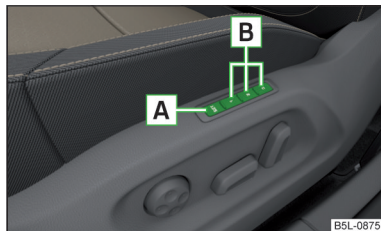

Fig. 57
Pe butoanele de memorare **B** de la scaunul șoferului poate fi memorat reglajul scaunului șoferului și poziția oglinzilor retrovizoare exterioare » **fig. 57**.
- » Țineți apăsat butonul SET **A** » **fig. 57** și apăsați în decurs de 10 s simultan butonul de memorare dorit **B**. Memorarea este confirmată printr-un semnal acustic.
- » Cuplați contactul și apăsați butonul de memorare dorit **B** » **fig. 57**.
- » Mențineți apăsată tasta de memorare dorită **B** » **fig. 57**.
- » Mențineți apăsată o tastă oarecare de memorare **B** » **fig. 57 la pagina 71**.
- Mențineți apăsată tasta **SET** **A** » fig. 57 la pagina 71. Apăsați simultan tasta  de pe cheia cu telecomandă, în decurs de 10 secunde. Dezactivarea este confirmată printr-un semnal acustic.